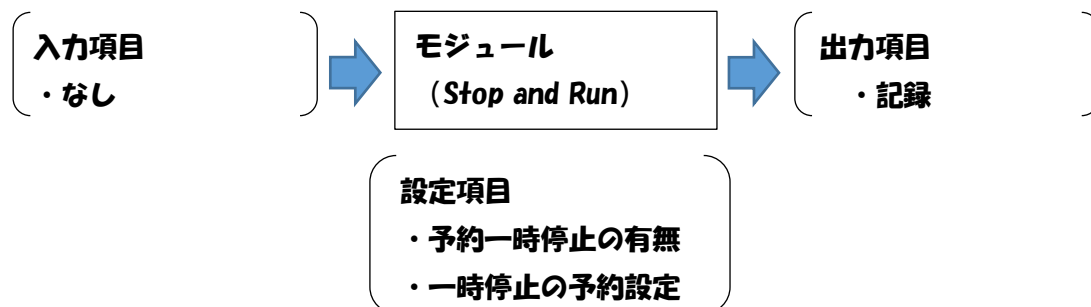

図1 モジュールの設定項目・入力項目・出力項目
(4) スペックの入力項目 (図 1 における設定項目)
(5) シーケンス接続 (図 1 における入力項目、出力項目)